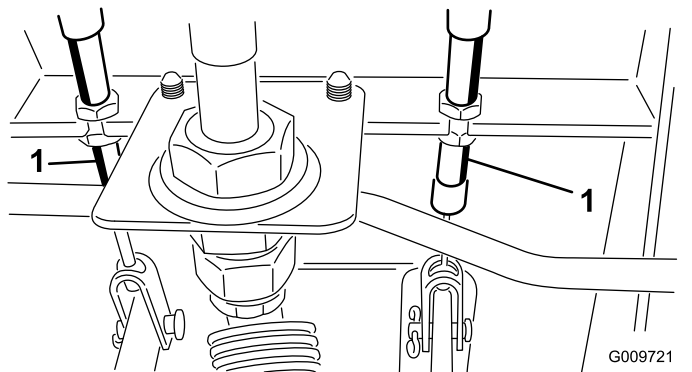

Figura 80
- A. Allentate il dado anteriore sull'estremità filettata del cavo del freno (Figura 80).